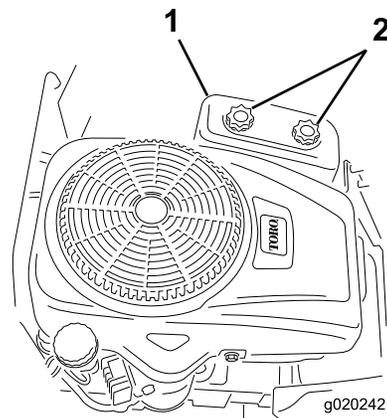

Bild 32
4. Schrauben Sie die zwei Handräder ab, um die Luftfilterabdeckung abzunehmen (Bild 32).
3. Setzen Sie die Luftfilterabdeckung auf und ziehen Sie die zwei Handräder an (Bild 32).